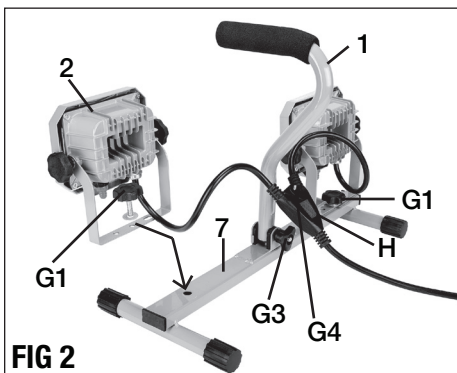

FIG 2
## CONEXIÓN DE LAS CABEZAS DE LAS LUCES DE TRABAJO EN EL PEDESTAL (FIG 2)
1. Coloque el pedestal (7) sobre una superficie plana.
2. Gire la asa de transporte (1) hacia arriba. Apriete la perilla de bloqueo de la asa (G3) para fijarla en su lugar.
3. Use las perillas de traba (G1), las arandelas planas y las arandelas de resorte para sujetar ambas cabezas de las luces de trabajo, en las partes laterales del pedestal según se muestra en la FIG 2.
4. Colgar el divisor de cable de alimentación (H) al gancho (G4).